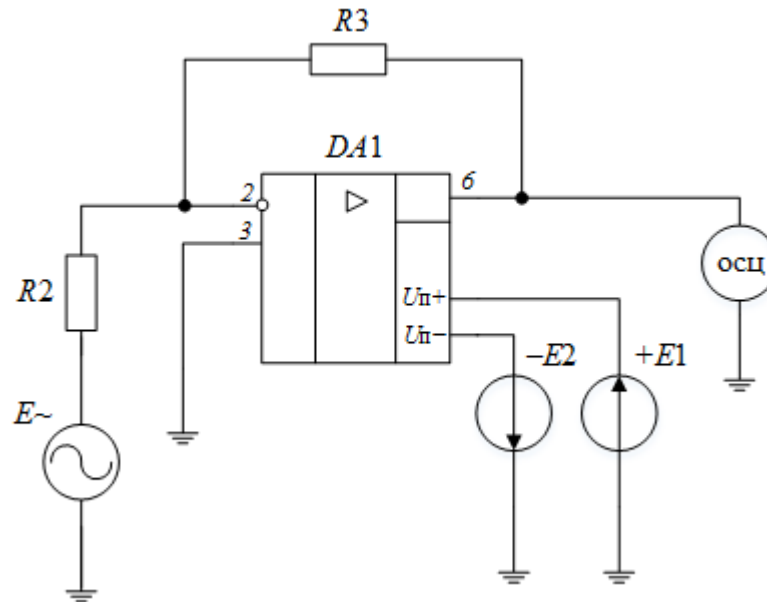

Рисунок 3 – Схема усилителя переменного напряжения
2.1 Собрать схему усилителя переменного напряжения (рисунок 3).